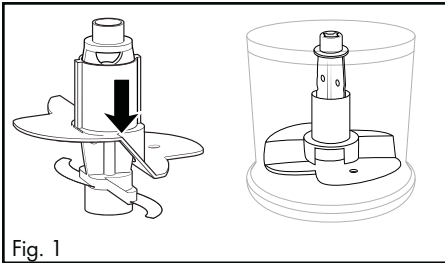

Fig. 1
- Pour 100 ml de crème, montez l'accessoire batteur sur le porte-lame **5** de sorte que l'accessoire batteur **10** s'applique sur les deux lames-hélice **7** et s'enclenche (fig. 1) :